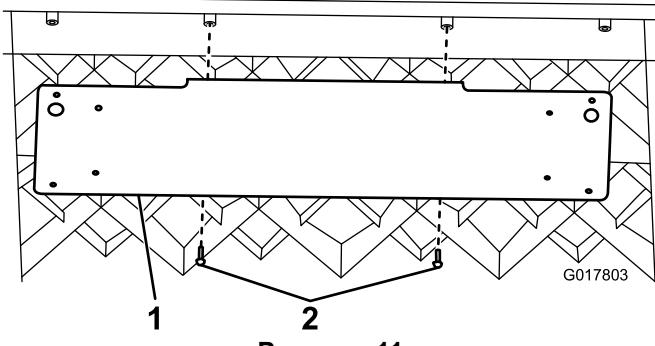

Рисунок 11
- Установите кронштейн номерного знака на нижней стороне плиты с помощью двух винтов (№ 10-3/4 дюйма) (Рисунок 11).